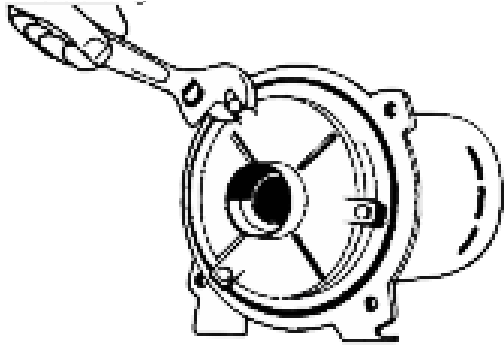

Figura 19: Retire la placa difusora
4. Quite los pernos de la placa difusora y saque el difusor (Figura 19). Cuando reemplace el difusor, use tres calzas de 0.010" de espesor igualmente espaciadas entre el ojo del impulsor y el difusor para evitar que el impulsor roce el difusor y se atasque.